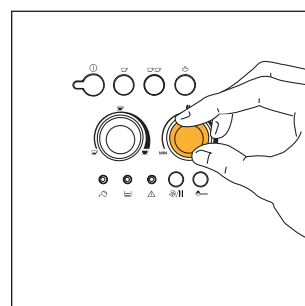
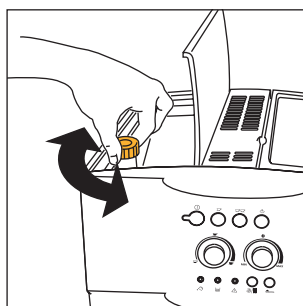

Fig.7
Fig. 17
- 2) Réglez le bouton de droite (fig. 7) pour programmer le goût désiré du café. Plus vous tournez dans le sens des aiguilles d'une montre et plus la quantité de grains à moudre augmentera et donnera un café plus fort. Lors de la première utilisation, il faut procéder par tentatives et faire plusieurs cafés pour trouver la bonne position du bouton. Attention à ne pas trop tourner dans le sens des aiguilles d'une montre, le café risquerait de couler trop lentement (goutte à goutte) surtout si vous devez faire deux tasses de café.
**NOTA 1: Si le café coule goutte à goutte ou s'il ne sort pas du tout**, tournez le bouton de réglage de la mouture (fig. 17) d'un cran dans le sens des aiguilles d'une montre (voir § 6). Tournez d'un cran à la fois jusqu'à obtention d'un débit satisfaisant
**NOTA 2: si le café coule trop vite et que la crème n'est pas satisfaisante**, tournez légèrement le bouton de droite (fig.7) dans le sens des aiguilles d'une montre. Procédez par tentatives et faites plusieurs cafés pour trouver la bonne position du bouton. Attention à ne pas trop tourner dans le sens des aiguilles d'une montre, le café risquerait de couler trop lentement (goutte à goutte) surtout si vous devez faire deux tasses de café. Si, au bout de quelques cafés la crème obtenue n'est pas satisfaisante, tournez également le bouton de réglage de la mouture (fig.17) d'un cran en sens inverse des aiguilles d'une montre (voir § 6).
Pour résoudre ce problème, il faut régler le degré de mouture du moulin à café en tournant le bouton  de réglage (fig.17) d'un cran en sens inverse des aiguilles d'une montre (voir chap. 6)
Le moulin à café ne doit pas être réglé, du moins au début, puisqu'il est pré-réglé en usine pour que le café coule correctement. Cependant, si après les premiers cafés le café coule trop vite ou trop lentement (goutte à goutte) vous devez régler le problème en agissant sur le bouton de réglage du degré de mouture (fig. 17). Pour obtenir une sortie plus rapide du café (sans gouttes) tournez le bouton d'un cran (égal à un chiffre) dans le sens des aiguilles d'une montre.